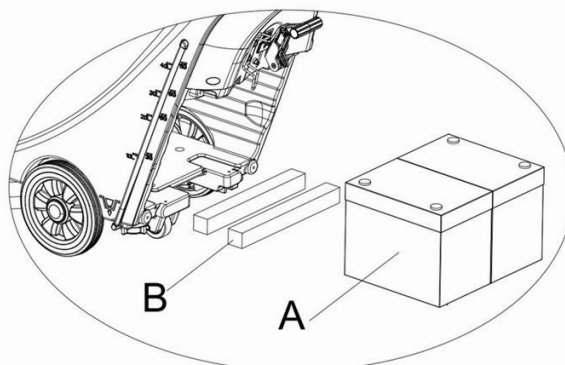

Рисунок 6
- 1) Для батарей с длиной менее 270 мм, используйте 2 части фиксирующей платы (**В**, **рисунок 6**) и разместите их рядом друг с другом внутри батареи водного бака;
- 2) Для батарей с длиной между 310мм-270мм, используйте 1 часть фиксирующей платы (**В**, **рисунок 6**) и поместите ее в батарею водного бака;